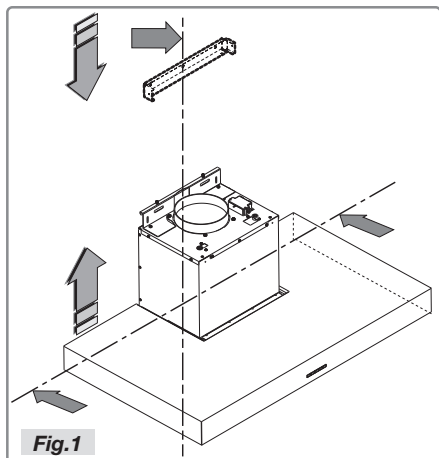

Fig.1
- Positionnez le collier en tenant compte des dimensions indiquées à la figure 1 et mettez-le en place au moyen des vis et chevilles fournies avec l'appareil (Fig.10).